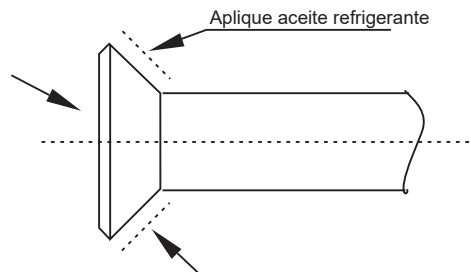

Figura 29
- Antes de instalar la tapa del soporte en el soporte de la tubería, aplique un poco de aceite refrigerante en el soporte (tanto dentro como fuera) y, a continuación, gírelo tres o cuatro veces antes de ajustar la tapa. Vea la Figura 29.